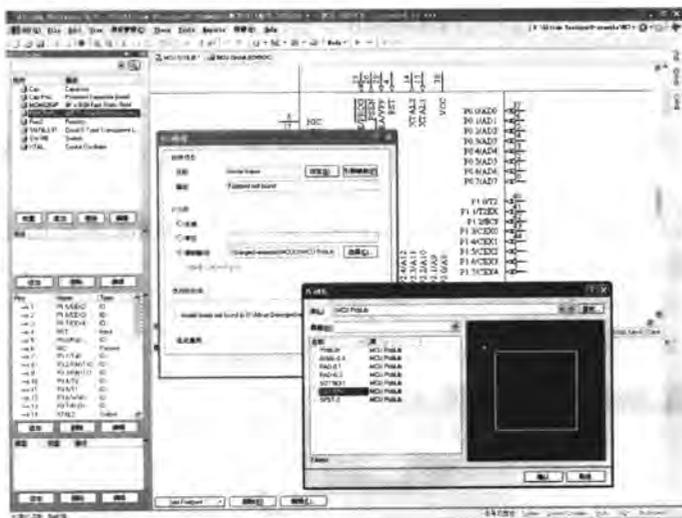

图 10-31 追加元器件封装
- [4] 单击元器件栏中的每一元器件，在编辑窗口的右下方查看其相应的模型。对于不需要匹配的模式，如“Simulation”、“Signal Integrity”等，可单击 **删除(D)** 按钮删除，对于需要追加封装的元器件，可单击 **Add Footprint** 按钮，在打开的【PCB 模型】对话框中进行追加。如图 10-31 所示，将“MCU.PcbLib”中的元器件封装“SOT389-1”追加到元器件“P89C51RC2HFBD”中。